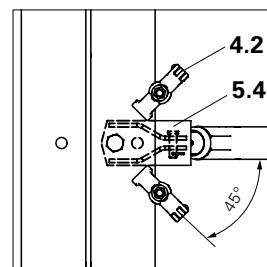

Fig. B2.01.2
- Monter desuden dragerklemmer (4.2) til højre og venstre for tilslutningspladen AV (5.4). Dragerklemme placering se Fig. B2.01.2 og Dragerklemme godkendelsen.